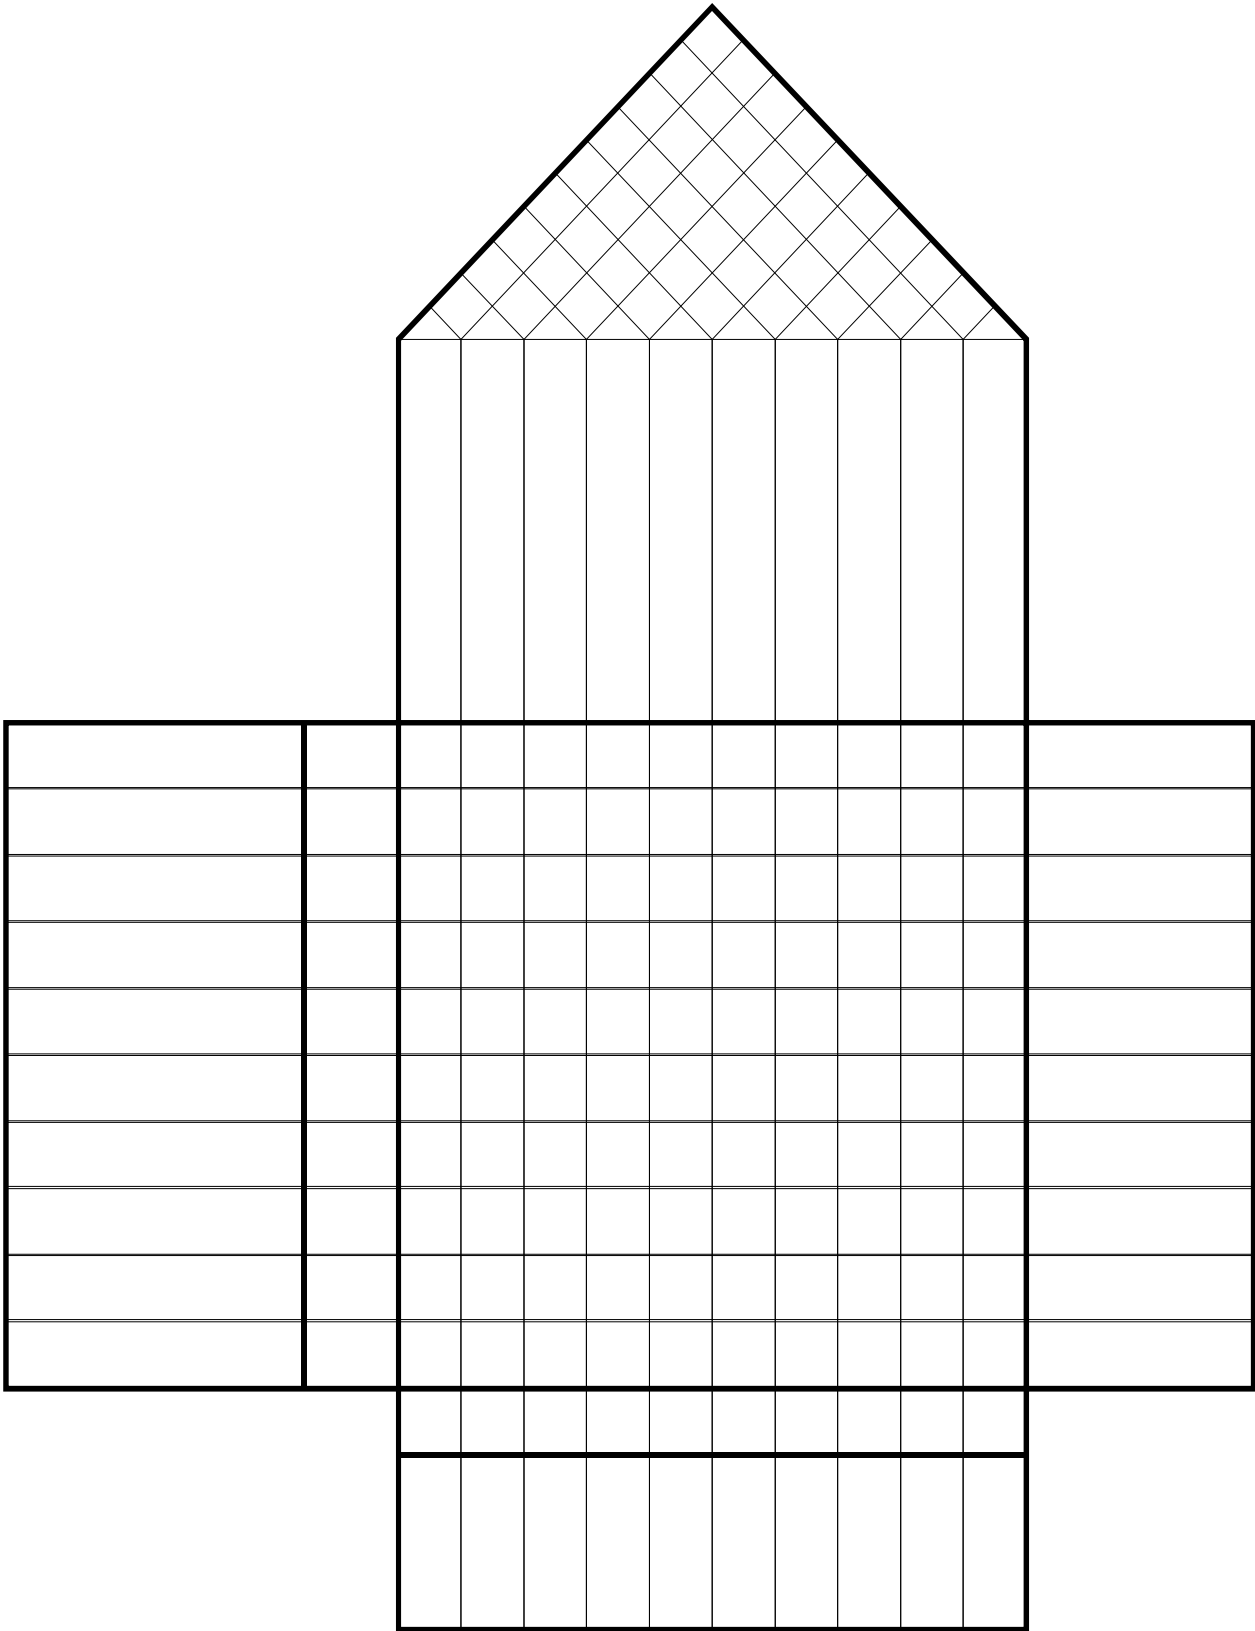

Figure 7: Quality Function Deployment (House 1)
Insert the customer requirements and the product characteristics in the right places in the Quality Function Deployment diagram (Figure 7).
*Fügen sie die kundenspezifischen Anforderungen und die Produkt-Charakteristika an geeigneter Stelle in das Quality Function Deployment Diagramm **Fehler! Verweisquelle konnte nicht gefunden werden.** (Figure 7) ein.*
Evaluate the correlations between the characteristics of your product in the roof of the very same diagram (Figure 7). Perform a quality function analysis for the content of the diagram. This implies the comparison of your own previous model with the competitor's model in the terms customer requirements and characteristics of your product. Use the information given in Table 5.
Bewerten Sie die Wechselbeziehungen zwischen den Charakteristika Ihres Produkts im Dach des Quality Function Diagramms (Figure 7). Führen Sie eine Quality Funktion Analyse für den Inhalt des Diagramms durch. Dies impliziert den Vergleich Ihres eigenen Vorgängerproduktes mit dem Konkurrenzprodukt in Bezug auf kundenspezifische Anforderungen und Charakteristika Ihres Produkts. Verwenden Sie die Informationen aus Fehler! Verweisquelle konnte nicht gefunden werden. Table 5.